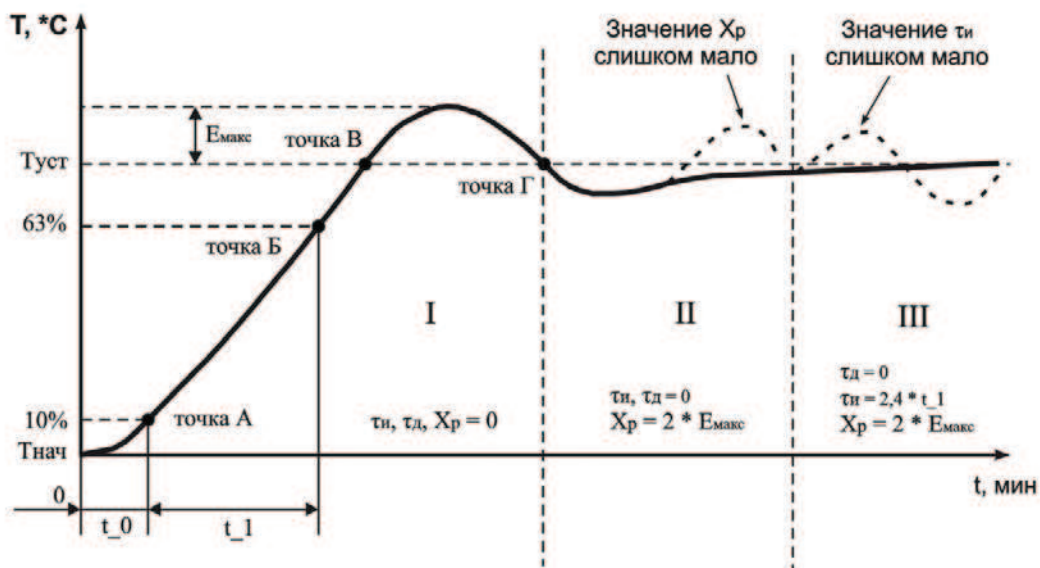

Рисунок 6.1 Ручная настройка ПИД-регулятора
7.2.5.2.3 Установить значение параметра $cH1 = 3$ ($cH2$, $cH3$, $cH4$). После нажатия кнопки **ВВОД**, на индикаторе отобразится мигающая надпись “P L d” с соответствующим индикатором номера настраиваемого канала в течении времени 10 сек (время может меняться в зависимости от установленного времени фильтра $Ft1$, $Ft2$, $Ft3$, $Ft4$). По окончании времени регулятор выдаст непрерывный максимальный выходной сигнал и на дисплее отобразится текущая температура с точкой в младшем разряде “xxx.”. В результате чего выходное реле нагрузки будет включено до тех пор, пока не будет достигнута величина температуры равная SP ($T_{уст}$). После выключения реле нагрузки (стадия I, точка B на рисунке 6.1) некоторое время температура по инерции будет продолжать увеличиваться. Как только контролируемая температура опустится ниже SP ($T_{уст}$), процесс автонастройки заканчивается (точка Г рисунок 6.1), на дисплее отображается непрерывная надпись “P L d”. TP-101 вычисляет коэффициенты ПИД регулятора: полосу пропорциональности X_p , постоянную времени интегрирования $T_{и}$, постоянную времени дифференцирования $T_{д}$. После окончания автонастройки необходимо нажатием кнопки **МЕНЮ** перевести прибор в режим программирования, в котором можно посмотреть и скорректировать полученные значения коэффициентов.
7.2.5.3.6 Измерить максимальное значение перерегулирования между точками B и Г ($E_{макс}$, рисунок 6.1).